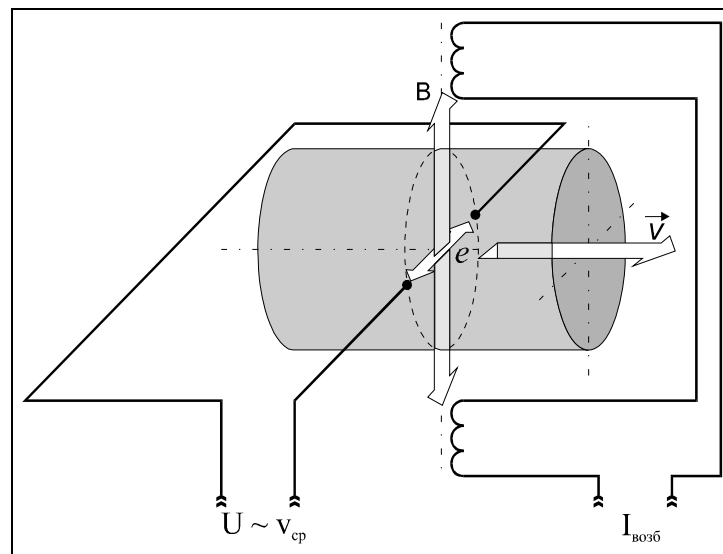

Рисунок 1 — Принцип работы электромагнитного датчика расхода
1.2.2.2 Принцип действия датчиков расхода ППР основан на явлении электромагнитной индукции. При прохождении электропроводящей жидкости через магнитное поле в ней, как в движущемся проводнике, наводится электродвижущая сила (ЭДС), пропорциональная средней по сечению проточной части датчика скорости жидкости (рисунок 1). ЭДС снимается двумя электродами, расположенными диаметрально противоположно в одном поперечном сечении заподлицо с ее внутренней поверхностью. Сигнал от электродов по экранированному кабелю подается на вход электронного блока, обеспечивающего его дальнейшую обработку.